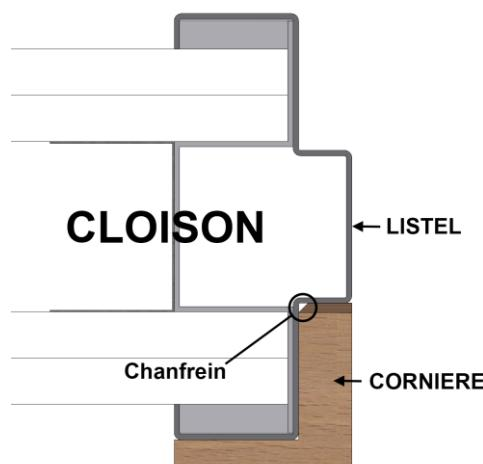

Figure 2
- **Cornière :** Retirer le film adhésif du double-face et emboîter la cornière au montant de l'huissière en l'appuyant contre, côté le plus court en fond de feuillure contre le listel (voir figure 2 à la page 9).
- Cornière :** Retirer le film adhésif du double-face et insérer la cornière d'habillage entre les deux autres cornières déjà en place sur les montants, en l'emboitant à l'angle de la traverse côté double face recouvrant ainsi le parement et comblant la feuillure de l'huisserie existante (voir figure 2 à la page 9).